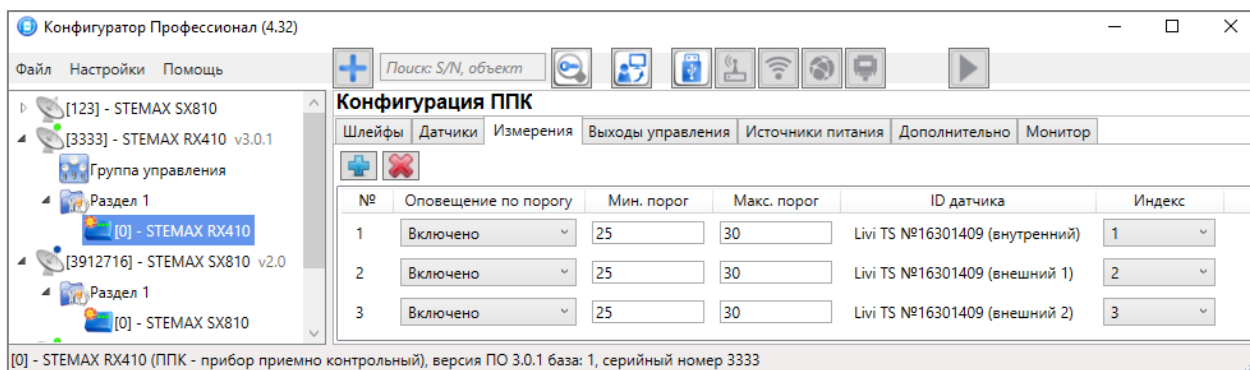

Рисунок 4.38 – Окно *Список найденных датчиков*
- 2) На вкладке «Измерения» нажмите кнопку  в верхнем левом углу (см. рисунок 4.38).
Настройка параметров работы с зарегистрированными датчиками выполняется в таблице с описанными ниже столбцами (см. рисунок 4.38).
Для удаления канала измерения из конфигурации выделите его в списке и нажмите кнопку  в верхнем левом углу вкладки (см. рисунок 4.38).